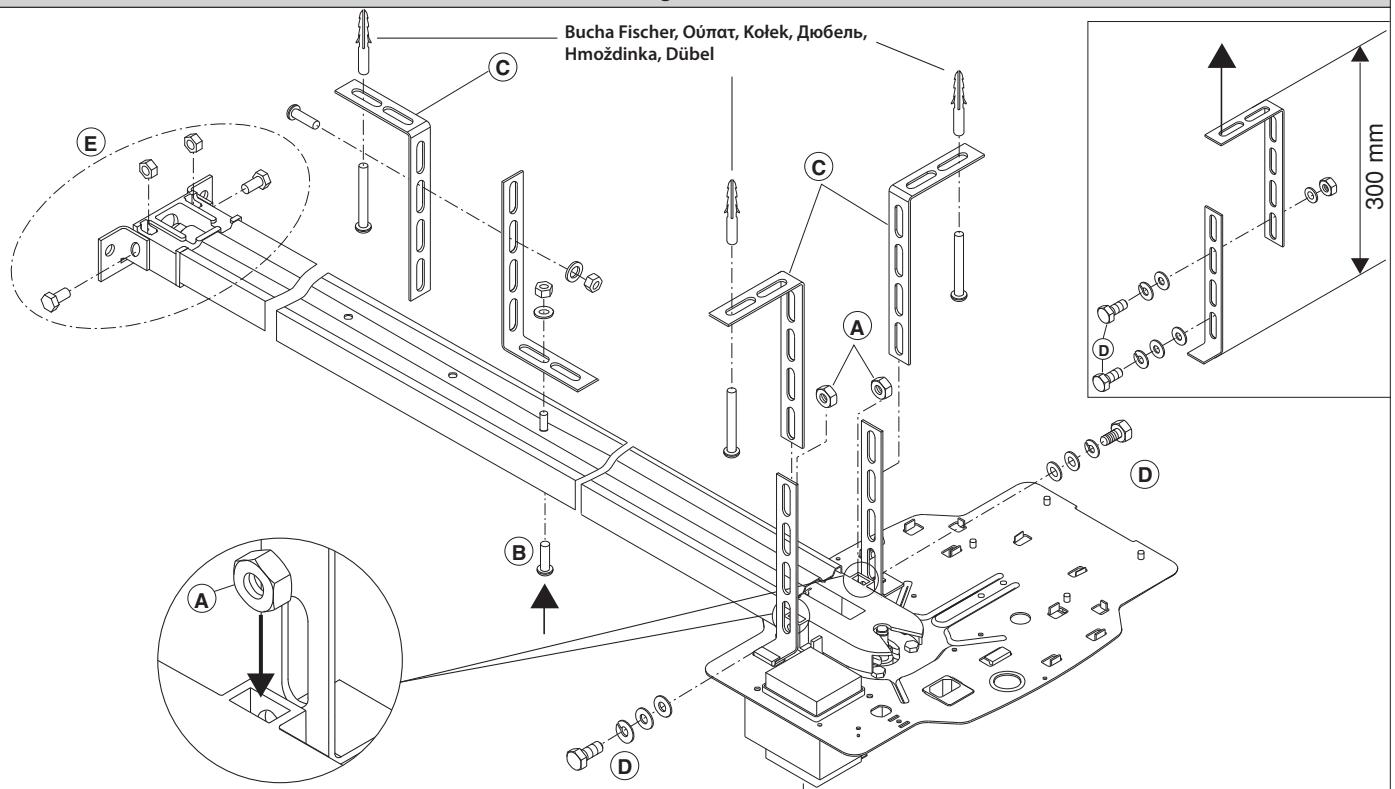

Fig.13
- 9) No caso em que o carril se apresentasse em duas metades consultar Fig.13, para os vários tipos de fixações consultar as figuras precedentes.